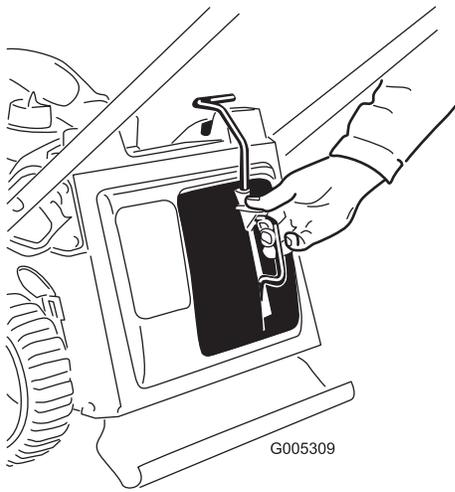

Figure 33
3. Insérez l'obturateur de mulching (Figure 33).